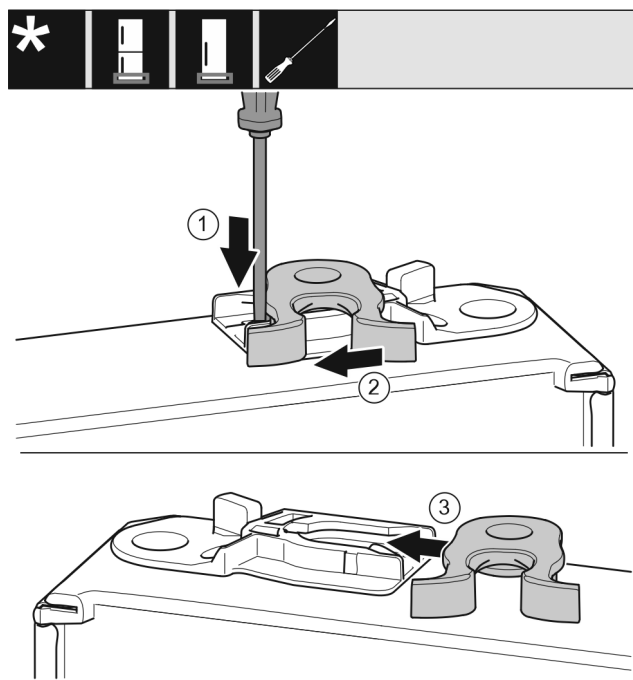

Fig. 19
- ▶ Trykk tappen Fig. 19 (1) ned med en skrutrekker.
- ▶ Trekk låsekroken Fig. 19 (2) ut av skinnen.
- ▶ Skyv låsekroken Fig. 19 (3) inn i skinnen på den andre siden.